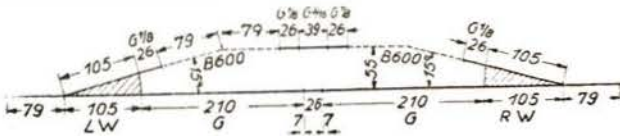

Bild 2 Ausweichgleis bei normalem Gleisabstand; Maßstab 1:10. 3/16-Ausgleich; 1/8-Ausgleich
- Ausweichgleis bei normalem Gleisabstand (Bild 2)
Bild 3 Ausweichgleis mit einer Schutzweiche bei normalem Gleisabstand; Maßstab 1:10. Wie Bild 2, aber statt B 600 + 2 Stück G 1/8 werden verwendet: 1 Stück LW + G 1/8
Bild 5 Weichenstraße mit zwei Parallelgleisen bei normalem Gleisabstand; Maßstab 1:10. Wie Bild 2, aber statt B 600 + 2 Stück G 1/8 werden verwendet: 1 Stück RW + G 1/8